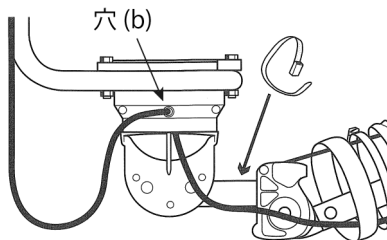

Fig.16
11) スイベルアームに付属の結束バンドでケーブルを固定し、穴(b)にケーブルを通してください。(Fig.16)